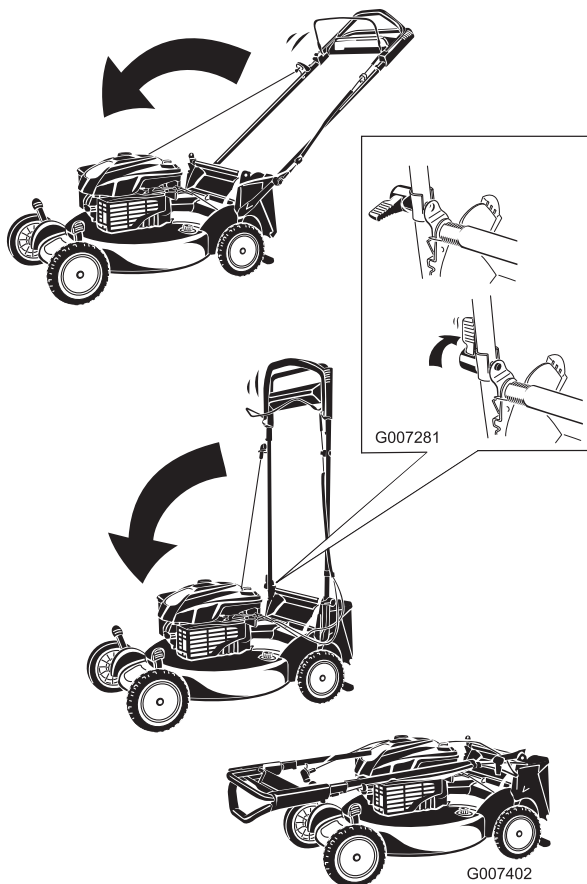

Figure 46
1. Pliez la partie supérieure du guidon en avant (Figure 46).